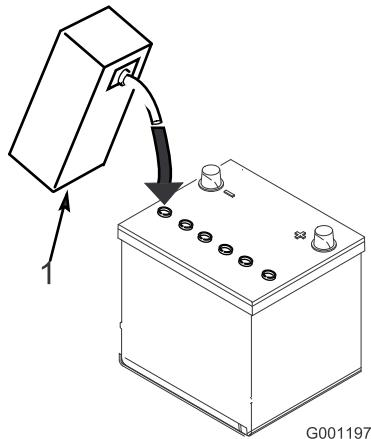

図 22
- 各セルの電極板が液面下6mm程度に水没するまで、電解液を慎重に入れる（図22）。
- 電極板が液を吸収するまで20~30分間程度待つ。必要に応じて、電極板が6mm程度水没するぐらいに電解液を補充する（図22）。